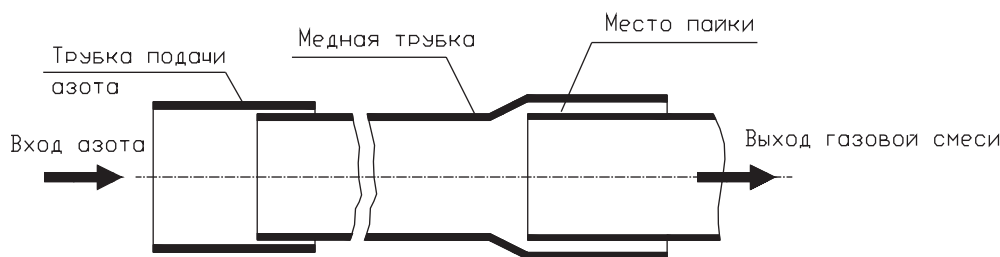

Рис. 11.1 — Подача азота к месту пайки
- При непрерывной подаче азота необходимо обеспечить отверстие для выхода газовой смеси (рис. 11.1).